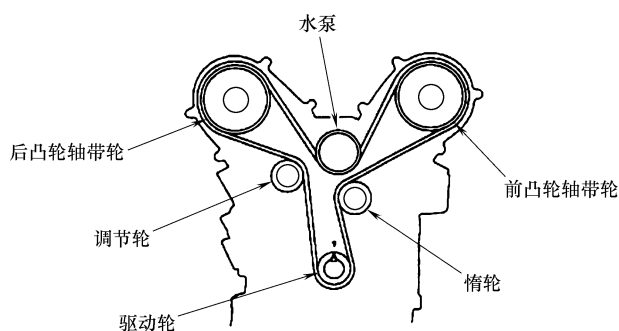

图 23-60 安装正时带
- 5) 按照图 23-60 所示，从驱动轮开始，沿逆时针方向安装正时带。